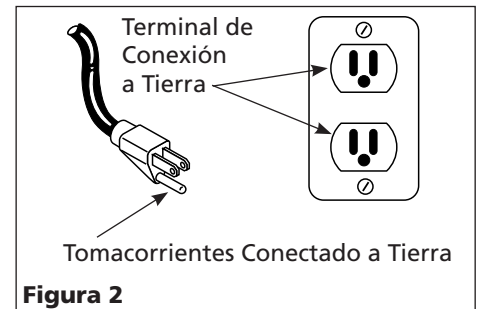

Figura 2
1. Este producto está diseñado para circuitos nominales de 120 voltios y tiene un enchufe para conexión a tierra similar al de la Figura 2. Cerciérese de conectarlo a un tomacorrientes cuya configuración sea similar a la del enchufe. No utilice un adaptador con este producto. Este producto se debe conectar a tierra. En caso de que ocurra un cortocircuito, esto evitaría el riesgo de choque eléctrico al ofrecerle un cable de desvío a la corriente eléctrica. Este producto tiene un cordón con un alambre y terminal de conexión a tierra. El cordón eléctrico debe conectarse a un tomacorrientes que esté instalado y conectado a tierra correctamente, según los códigos y ordenanzas locales.